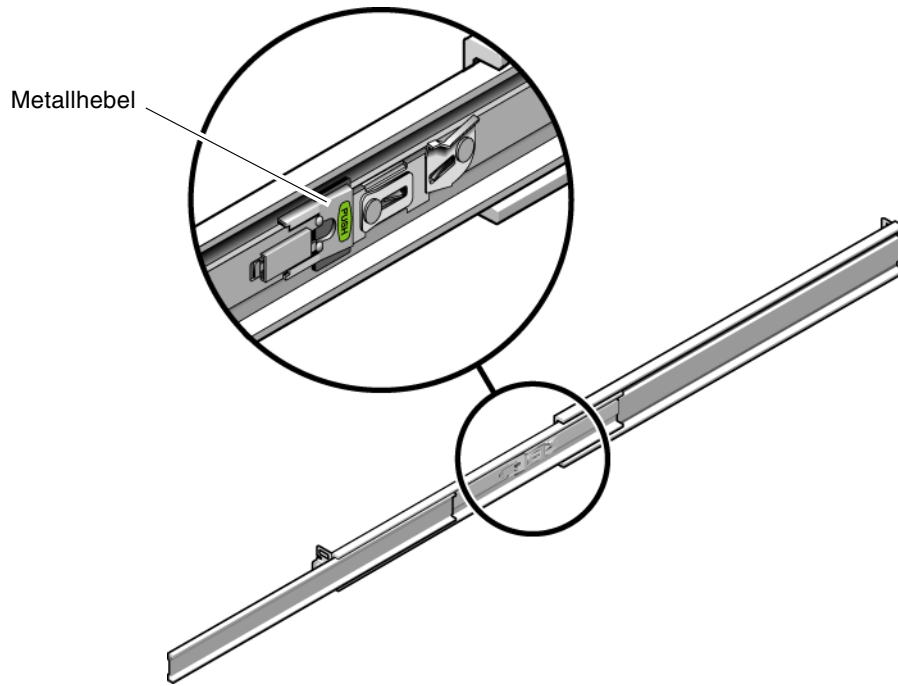

ABBILDUNG 2-14 Entsperren der Schienenhebel
5. Wenn der Server ganz ausgezogen ist, entriegeln Sie die Schienenhebel (ABBILDUNG 2-14).